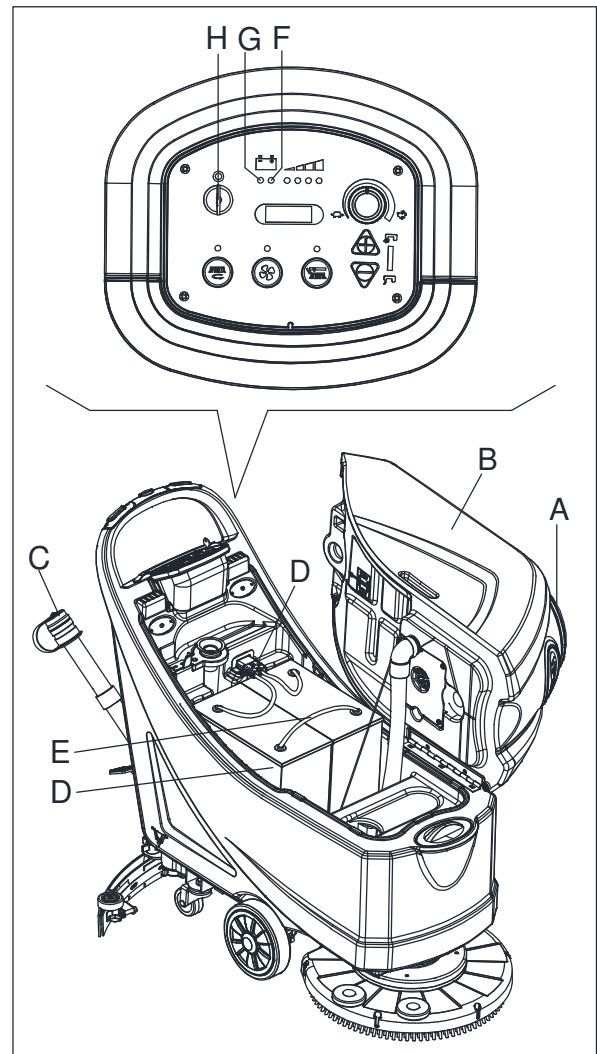

Figure 14
1. Ouvrir le couvercle (A, Fig. 14) et vérifier si le réservoir d'eau de récupération (B) est bien vide; sinon, le vider par le tuyau de vidange (C).
3. Tourner la clé de contact (H) sur "0".
4. Soulever délicatement le réservoir (B).
- Vérifier le niveau d'électrolyte dans les piles (D); si nécessaire, en rajouter à travers les bouchons (E).
- Laisser tous les bouchons de la batterie (E) ouverts pour le chargement suivant.
- Si nécessaire, nettoyer la surface supérieure des batteries (D).